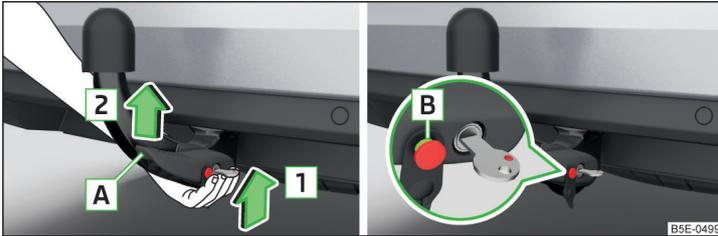

Abb. 189 Kugelstange einsetzen / Auslösebolzen in ausgefahrenem Zustand
- Die Kugelstange **von unten** » Abb. 189 fassen und in den Aufnahmeschacht in Pfeilrichtung **1** bis zum hörbaren Einrasten einsetzen » **!**.